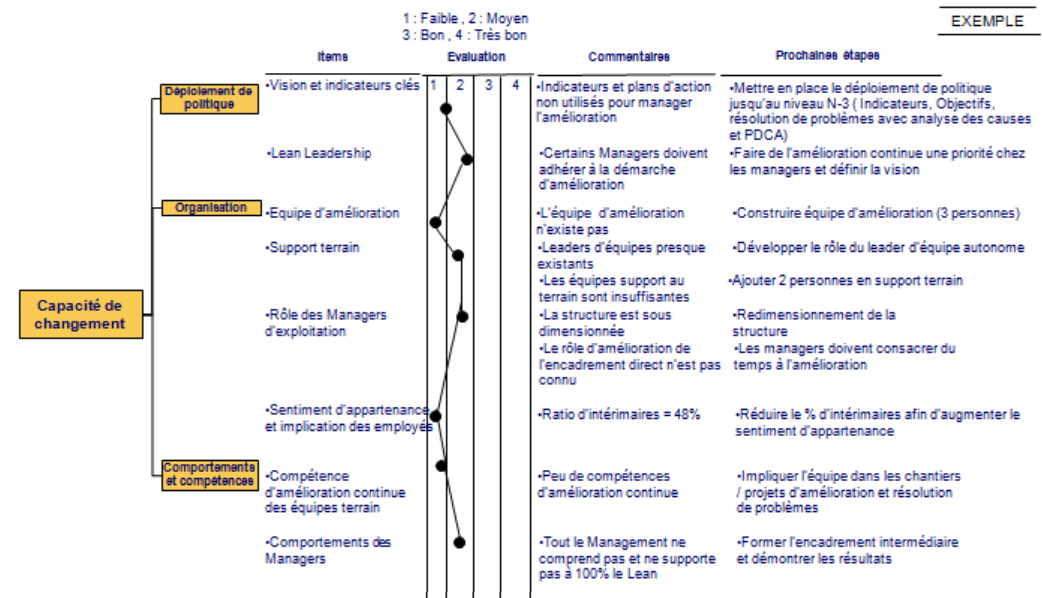

Figure 6
3. Après avoir appréhendé la nécessité de s'améliorer et le potentiel d'amélioration, il reste à comprendre les systèmes supports à installer pour que la transformation soit pérenne : **évaluer la capacité de changement** de l'organisation, par exemple sur le système de déploiement de politique en place ou les structures support en place pour soutenir l'amélioration (voir figure 6). Cette évaluation permettra de compléter le plan d'actions usine par des items organisationnels.